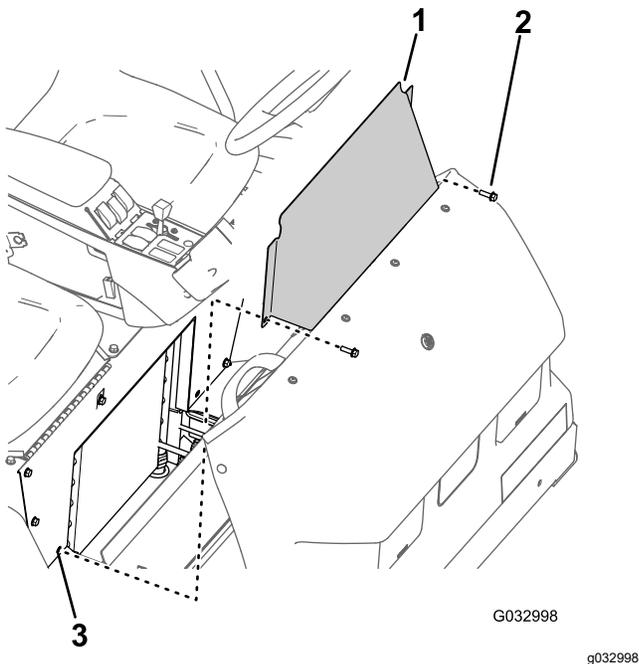

图 64
1. 拆下将座椅底座检修门固定至座椅底座的 2 个凸缘头螺栓图 64。
2. 从机器上卸下座椅底座检修门图 64。
1. 将座椅底座检修门上的孔与座椅底座上的孔对齐图 64。
2. 使用卸下座椅底座检修门 (页码 46)的步骤 1 中拆下的 2 个凸缘头螺栓图 64 将座椅底座检修门组装到座椅底座上。